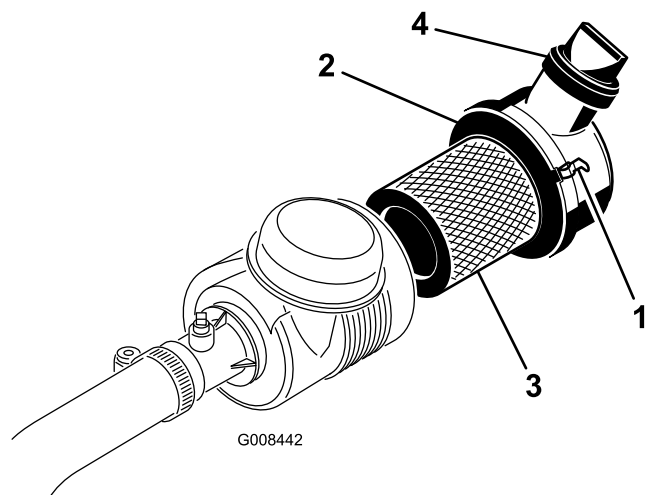

図 44
1. エアクリーナのカバーをボディーに固定しているラッチを外す(図 44)。
6. カバーを取り付け、ラッチを掛ける（図 44）。